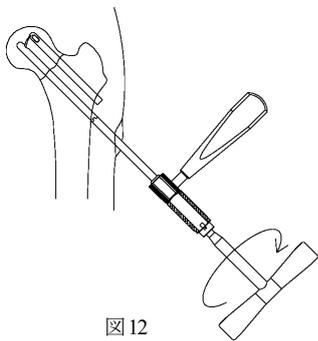

図12
- 12) 同様の手順で遠位にインプラントを挿入します。フックの突出向きを近位へ向け、インプラントを挿入し、フックを突出させます。(図12)